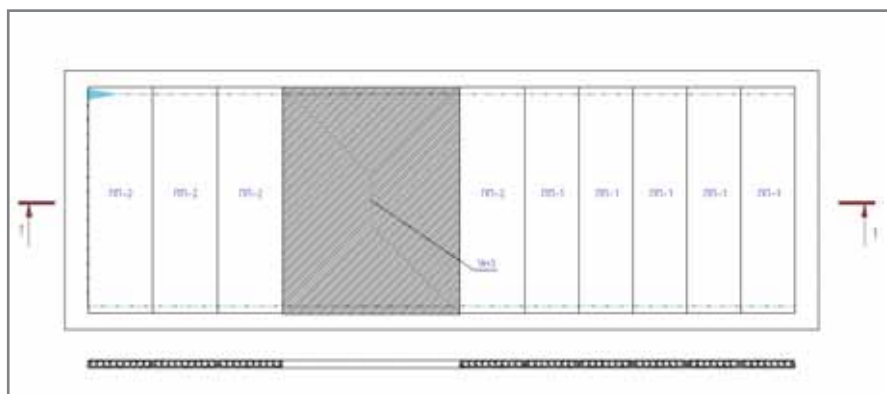

Рис. 24
- размещаем разрез на чертеже (рис. 24).